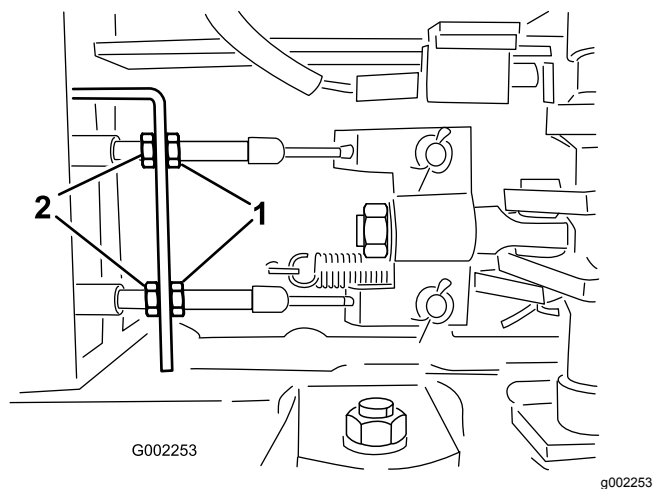

Figure 87
5. Fermez le robinet de vidange (Figure 87).
5. Desserrez les écrous avant sur les câbles de frein, sous l'extrémité avant du pulvérisateur (Figure 87).
6. Serrez les écrous arrière uniformément jusqu'à ce que la pédale s'enfonce de 1 à 2 cm avant que vous sentiez une résistance (Figure 87).